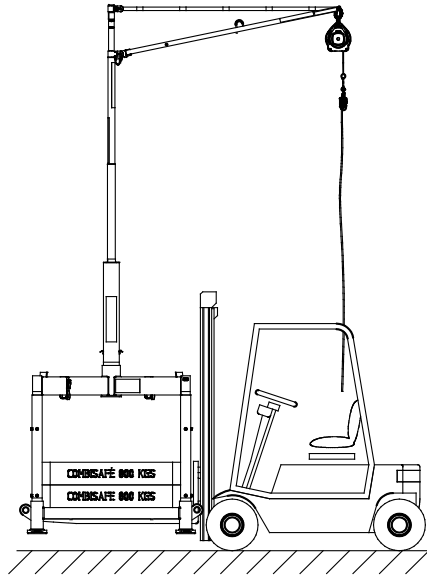

Abbildung 31. *Anheben der gesamten Einheit für den Transport.*
1. Platzieren Sie die Gabeln unterhalb des Rahmens und spreizen Sie die Gabeln auseinander, siehe Abbildung 31. Heben Sie die Einheit vorsichtig hoch und stellen Sie sicher, dass kein Gegenstand am Verladesystem MkII hängenbleibt.